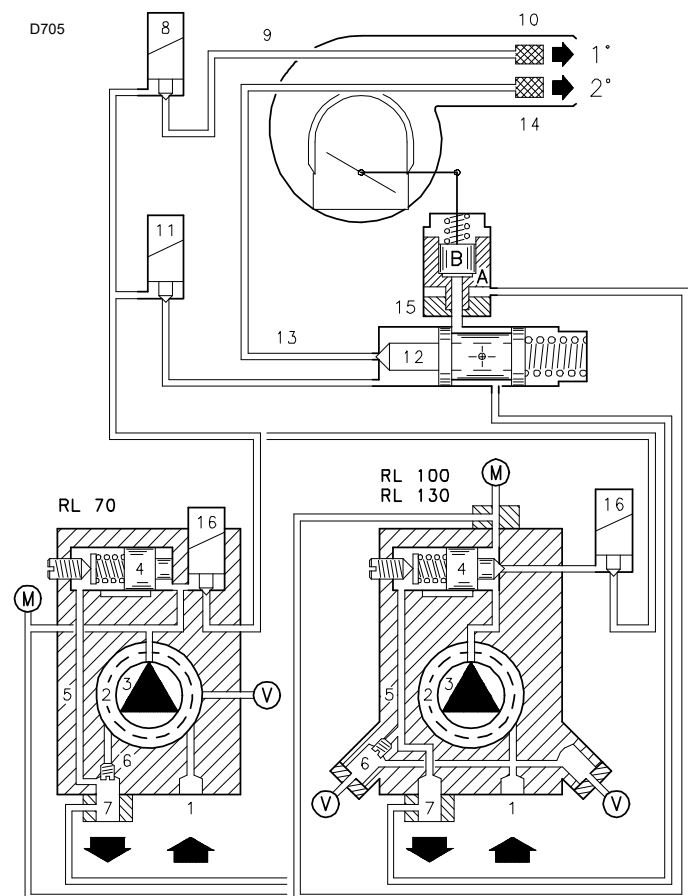

Fig. 24
8.2.1 Start brander (Fig. 23) - (Fig. 24)